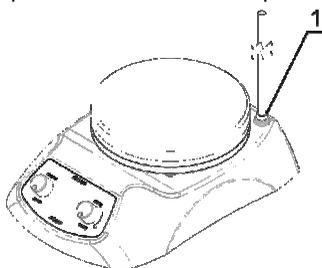

Fig. 1 Installazione del cavalletto
- Rimuovere la vite dal foro di fissaggio sul retro dell'agitatore (fig. 1/1) e conservarla per un eventuale utilizzo futuro.